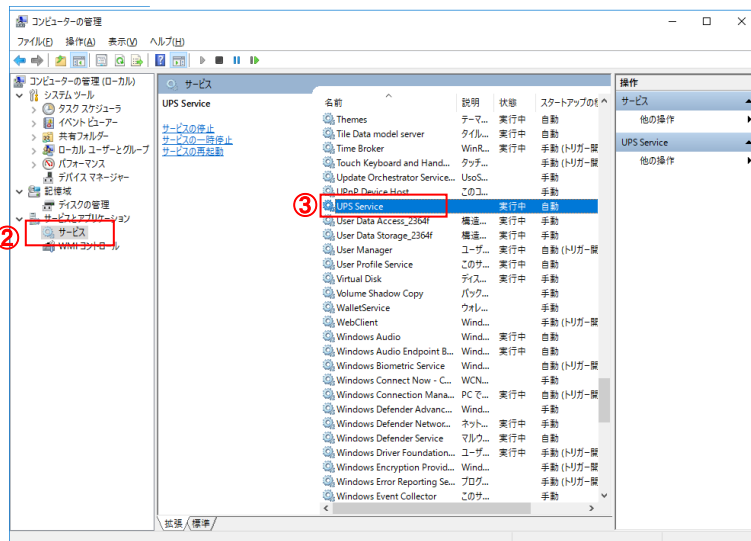

図 2-12-4-1. サービスの一覧
- ① コントロールパネルの「管理ツール」をダブルクリックしコンピュータの管理を開きます。
- ② 「サービス」をクリックし、サービスの一覧を開きます。(図 2-12-4-1)